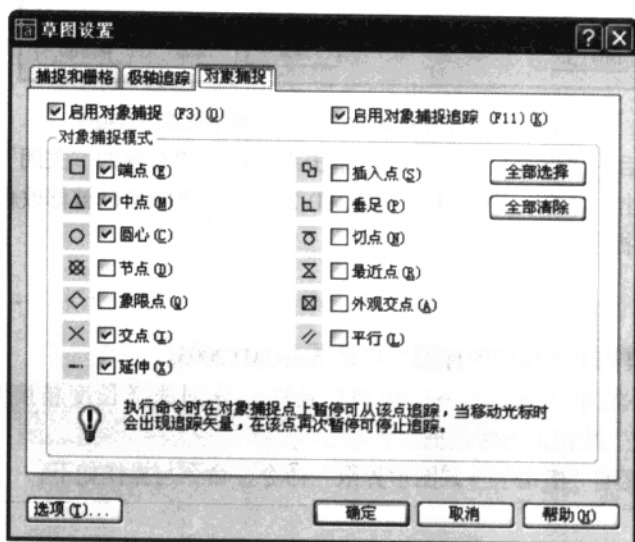

图 1—16 “草图设置”对话框：“对象捕捉”选项卡
(4) 极轴追踪模式的设定 利用极轴追踪模式可方便地捕捉到所设角度线上的任意点。在图 1—15 中，单击“极轴追踪”选项卡，则对话框如图 1—17 所示。可在其中选择“启用极轴追踪”复选框，打开极轴追踪模式。在“增量角”下拉列表中选择—个递增角度。如果没有所需的角—度，可单击“新建”按钮，在附加角下方的列表中—输入该角度（用“新建”按钮可在此表中创建—些需用的附加角度，但这些角度均非递增角度，用“删除”按钮可将其删除）。在极轴追踪过程中应用附加角度，还需选择“附加角”复选框。最后单击“确定”按钮退出对话框。
(5) 正交模式的设定 正交模式可使所画图线只能沿坐标轴方向延伸。该模式不能和极轴追踪模式同时使用。要打开正交模式，只需单击状态栏中的“正交”按钮即可。